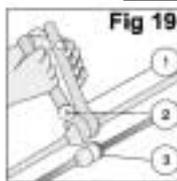

Fig. 19
5. Preparare il doppino per il collegamento, così come si vede nella Fig. 19.
6. Scollegare il resistore (5) dal doppino (3) collegato all'unità interna e poi collegare il doppino al connettore del doppino (6) fornito a corredo.
7. Collegare alla morsettierà (9) dell'unità esterna l'altra estremità del doppino (6) a corredo.